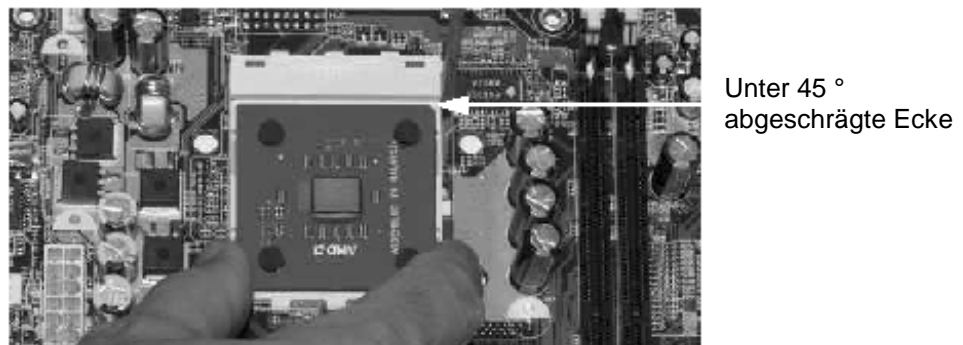

Abbildung 4: Einsetzen des Prozessors in den Socket
4. Abbildung 4 zeigt den Prozessor in den Socket eingesetzt. Sie sehen, daß sich die unter 45 ° abgeschrägte Ecke am Lösehebelgelenk befindet. Daran erkennen Sie, daß der Prozessor richtig herum eingesetzt wurde.